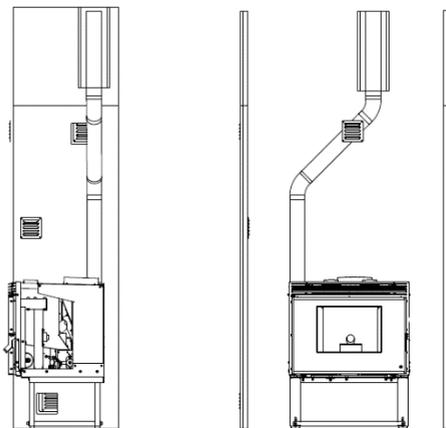

Figure 3 - Installation avec cheminée existante.
- Comme le montre la figure 3, l'insert voit son tuyau d'évacuation (en Ø80 mm) directement raccordé à la cheminée. Si la cheminée est trop grande, il est recommandé de tuber le conduit avec un tubage de diamètre intérieur minimal de 80 mm.